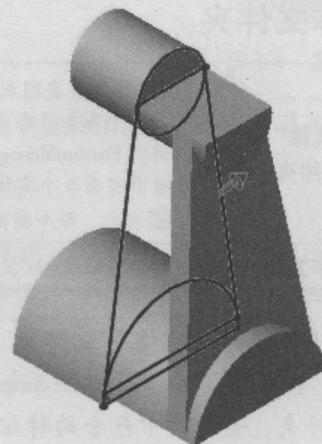

图 1-13 预览细节
**步骤 12 预览细节** 单击【细节预览】图标，查看预览结果。特征切除了第三个实体，但同时也影响了两个圆柱实体，如图 1-13 所示。需要修改此特征选项以得到期望的结果。